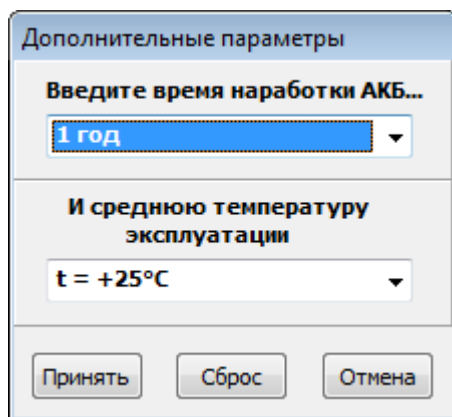

Рисунок 6. Окно с дополнительными параметрами
4.5 Пользователь имеет возможность ввести дополнительные параметры, нажав на кнопку на панели инструментов с иконкой термометра. При этом появится окно, где можно ввести температуру и время наработки аккумулятора (рис. 6).